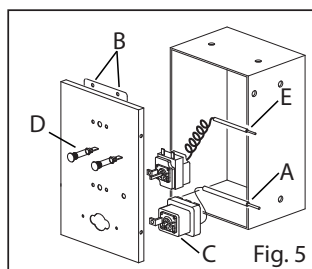

Fig. 5
- Démontez le bulbe de la vanne du bac (Fig. 5/A)
- Démontez le couvercle (Fig. 5/B)
- Dévisser le thermostat du couvercle et démontez le thermostat (Fig. 5/C)
- Démontez le bulbe de la vanne du bac (Fig. 5/E)
- Monter l'ampoule neuve (Fig. 5/D)